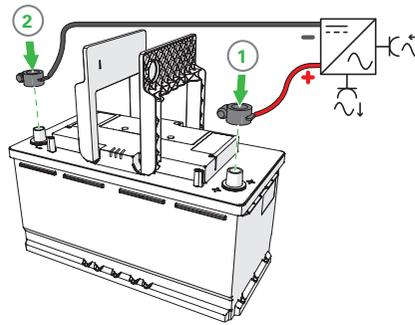

Abbildung 1.
1. Last oder Ladegerät mit der X2-Klemme (+) des Akkus verbinden. (Abbildung 1)
2. Last oder Ladegerät mit der X1-Klemme (-) des Akkus verbinden. (Abbildung 1)